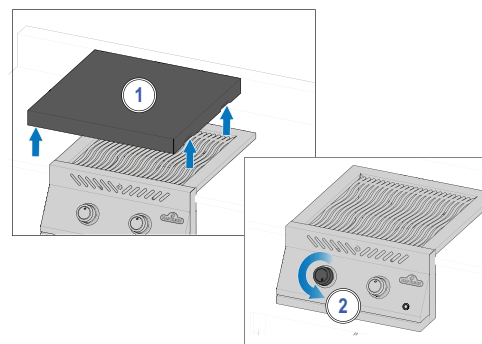

Рис.2
2. Если горелка не загорится, поверните ручку управления горелкой по часовой стрелке в положение OFF. Подождите 5 минут. Повторите шаги 2 и 3. **(Рис. 2).**